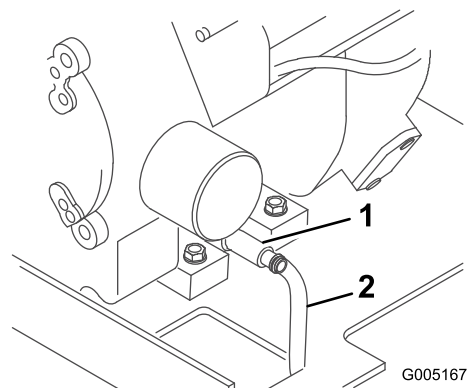

Figura 23
4. Coloque un extremo de una manguera en la válvula de vaciado y el otro extremo en un recipiente (Figura 23).
5. Abra la válvula de vaciado girándola en el sentido contrario a las agujas del reloj, tirando hacia fuera mientras la gira (Figura 23).